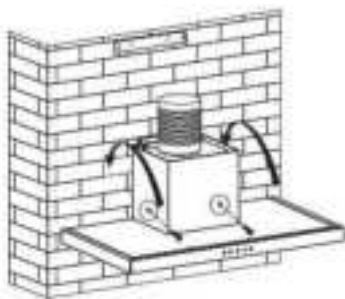

图5
6. 将伸缩管盖放入下装饰罩内，用2颗ST4x30木螺钉固定，详见图5。